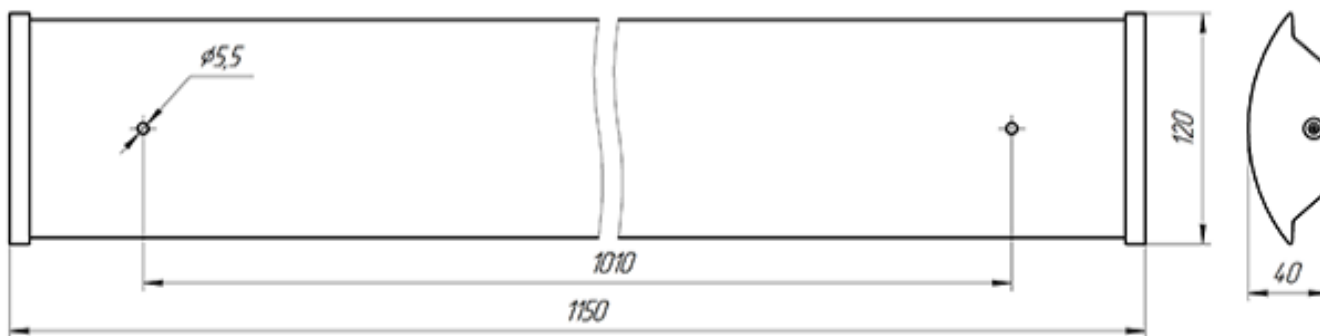

Рисунок 1. Габаритный чертеж Econex Office 1200
5.2.1. Для установки светильника необходимо отсоединить торцевую крышку и аккуратно снять рассеиватель. Надежно закрепить на ровной поверхности корпус светильника при помощи креплений (не входят в комплект поставки), габариты для монтажа см. рисунок 1.